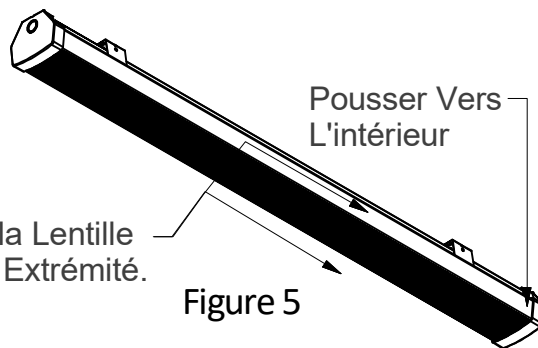

Figure 5
- C. Une fois l'objectif décalé à une extrémité, l'extrémité opposée sera être en mesure de se placer dans le capuchon d'extrémité, centrer la lentille sur le luminaire une fois installé. (Voir la figure 5)